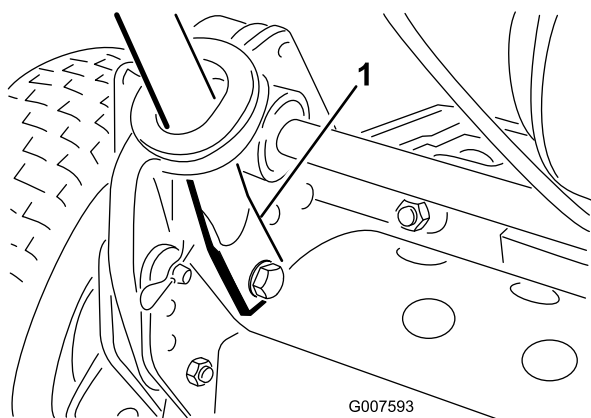

Bild 3
5. Drücken Sie die Griffenden nach innen und bauen Sie sie in die Befestigungsstifte ein (Bild 3).
6. Befestigen Sie die Griffenden mit den vorher entfernten Schrauben, Scheiben und Sicherungsscheiben an den Befestigungsstiften (Bild 3).
7. Befestigen Sie die untere Seite der Griffarme mit den vorher entfernten Schrauben und Sicherungsmuttern an jeder Seite am Rasenmäher (Bild 3). Vergessen Sie nicht, die Büchsen in den Befestigungslöchern für den Griffarm einzubauen.
8. Befestigen Sie die Griffarme mit den vorher entfernten Splints und Ringstiften hinten am Rahmen (Bild 3).